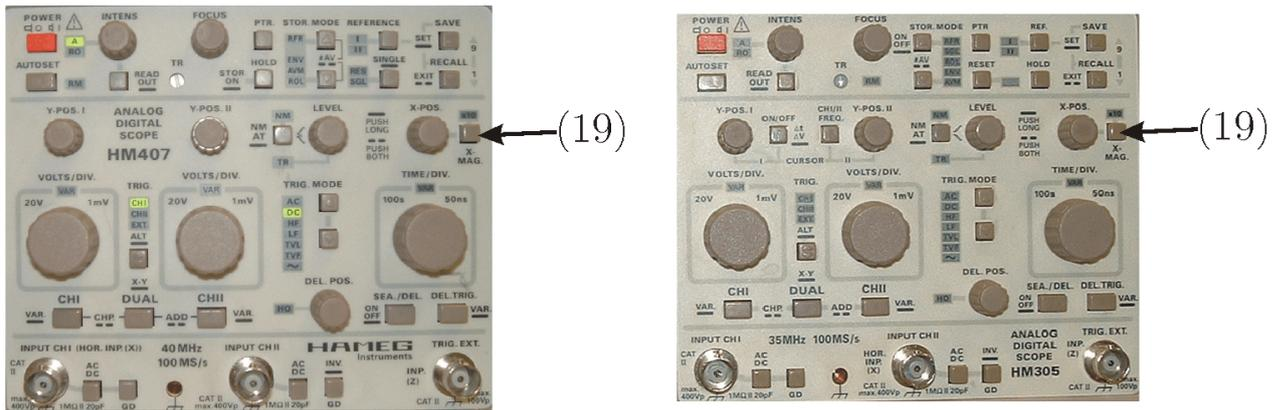

Figura 3.19: Fotografía de los osciloscopios HAMEG HM-407 y HAMEG HM-305 donde se ha marcado el control (19) Pulsador para activar el modo “MAGx10”.
Ejercicio 3.14. *¿Cuál es su periodo? ¿Cuántas divisiones de pantalla ocupa? ¿Cuántos periodos ve en la pantalla? Pulse ahora el botón de MAG x 10 —(19) ver Figura 3.19— ¿Qué observa?, ¿Puede explicar el funcionamiento de este pulsador? Observe como el READ OUT ha cambiado. Explíquelo.*